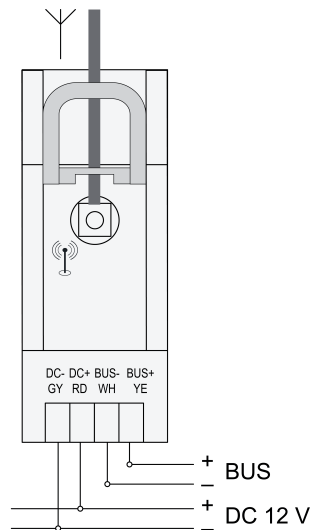

Bild 2: Anslutningsplan
- Anslut enheten enligt anslutningsplanen (bild 2).